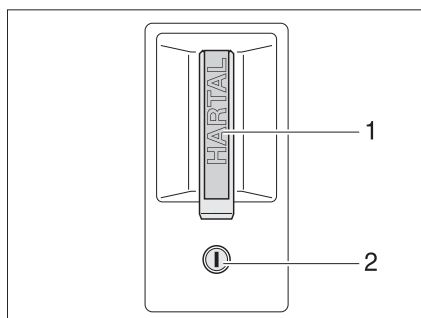

Fig. 34 Serrure de la porte cellule, à l'extérieur
- Insérer la clé dans le barillet (Fig. 34,2) et la tourner jusqu'à ce que la serrure de la porte soit déverrouillée.
- Tirer sur la poignée de la porte (Fig. 34,1). La porte est ouverte.
- Insérer la clé dans le barillet (Fig. 34,2) et la tourner jusqu'à ce que la serrure de la porte soit verrouillée.